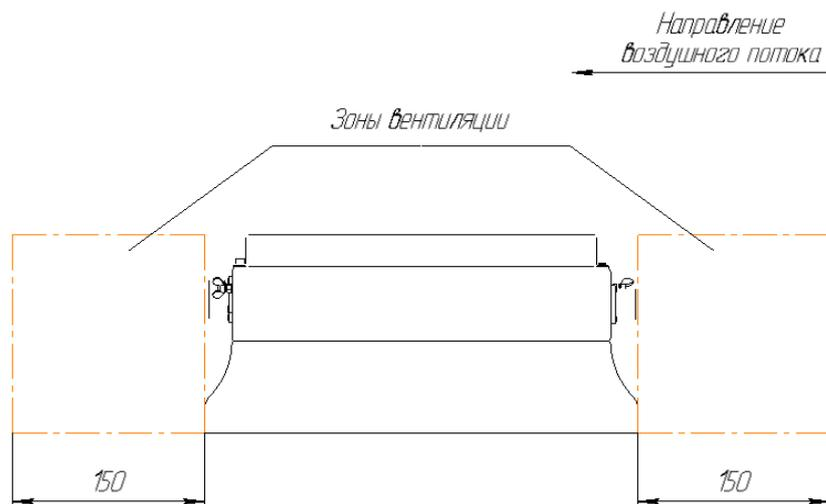

Рисунок 9 – Зоны вентиляции МПЧ
2.1.2.3 При выборе места размещения МПЧ должны быть предусмотрены зоны вентиляции и обслуживания (см. рис. 9 и 10). Для МПЧ с панелью индикации должна быть предусмотрена зона обслуживания не менее 50 см от лицевой панели, необходимая для управления МПЧ.